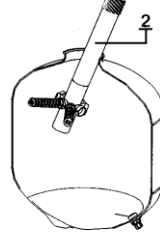

FIG. 5
1. Insérez le tube avec le corps du diffuseur à l'intérieur du filtre en diagonale, comme indiqué à la Fig.5, puis montez les bouchons sur le corps du diffuseur.